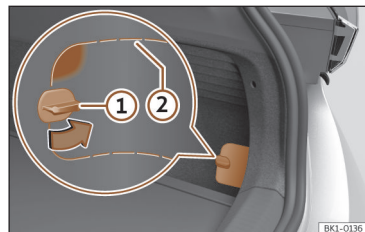

Fig. 76 Na parte inferior direita do revestimento da bagageira: tampa com linhas de corte.
- Rode 90° o fecho da tampa >>> Fig. 76 ①.
- Pressione a superfície para dentro por cima do fecho >>> Fig. 76 (zona assinalada).
- Introduza a mão pela abertura e solte a tampa puxando-a. Conforme o caso, aplique um objeto adequado pelas linhas de corte >>> Fig. 76 ②.